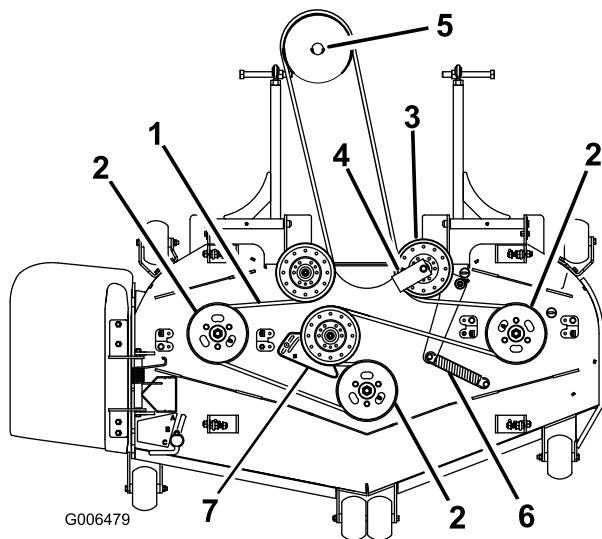
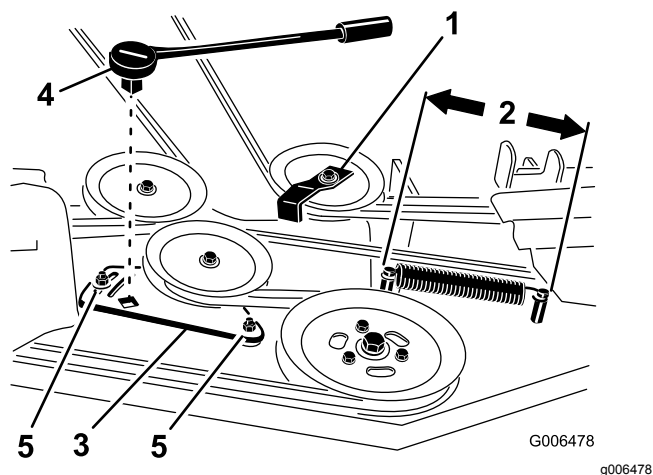

Figure 75
Figure 77
4. Pour les tabliers de 183 cm (72 po), desserrez les boulons de fixation de la plaque de la poulie de tension (Figure 77).
6. Enlevez le guide de courroie de la poulie de tension rappelée par ressort, comme montré à la Figure 75 et la Figure 77.
8. Acheminez la courroie neuve autour des poulies du tablier de coupe et de la poulie du boîtier d'engrenages, sous le moteur (Figure 75).
4. Mesurez la longueur du ressort (Figure 77). Si elle est comprise entre 10 et 26 cm (25,4 et 10 1/4 po), d'un ergot à l'autre, aucun réglage n'est nécessaire.
5. Desserrez les boulons de fixation de la plaque du bras de tension (Figure 77).
6. Insérez un manche à rochet ou une barre de levier dans le trou carré de la plaque pour régler la tension (Figure 77).
7. Tournez le manche à rochet ou la barre de levier pour déplacer la plaque jusqu'à ce que la longueur du ressort atteigne 25,4 à 26,0 cm (10 à 10¼ po) entre les ergots, comme montré à la Figure 77.
8. Tout en maintenant la courroie tendue, serrez les boulons de fixation de la plaque du bras de tension (Figure 77).